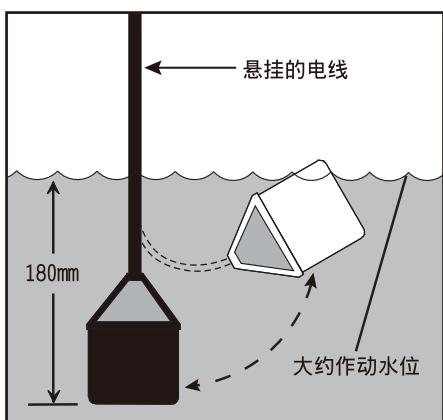
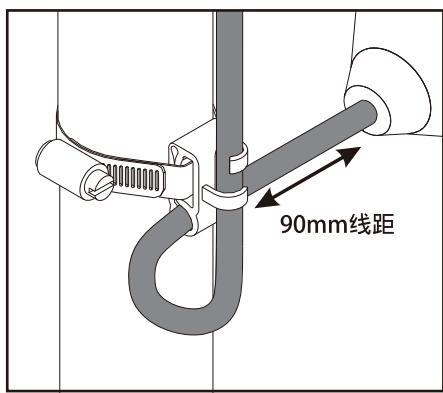

图2 – 内部有配重的浮球
图3 – 扣环安装说明
3. 将浮球开关安装在适当的水位，如图2/图3所示。务必确认浮球在自由浮动的范围，不会触及其他浮球及桶内的其他设备。
4. 将电线装入线夹，如图3。
5. 定位线夹在所需要作动的高度并固定在排水管上，如图3所示。